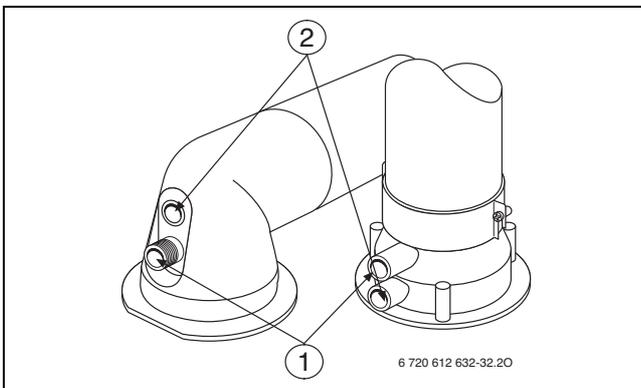

Fig. 45
- ▶ Rimuovere il tappo della presa di analisi dell'aria comburente (→ fig. 45, [2]).